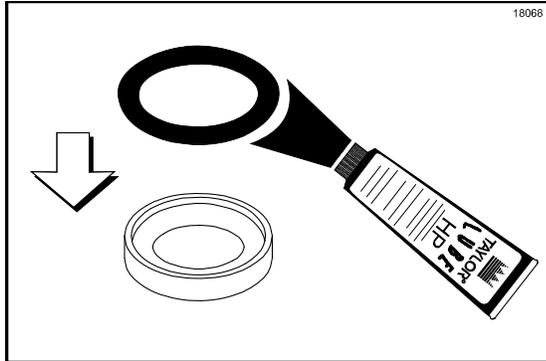

図87
1. シールリングにループを塗り、シールに取り付けます(図87を参照)。